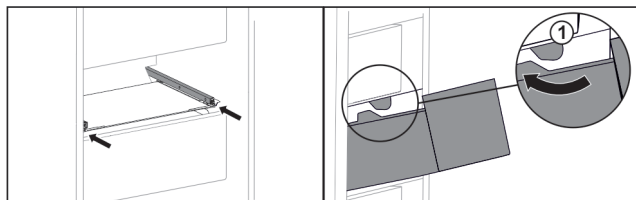

Fig. 143
- ▶ Vedte zásuvku podél zářezů Fig. 143 (1).